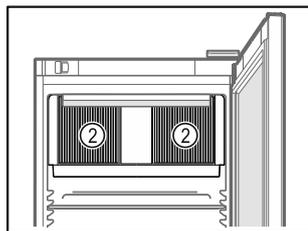

Fig. 76
- 内部循环风机的通风槽 Fig. 76 (2) 保持畅通。